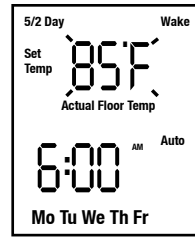

Figure 16
3. The Setpoint temperature digits will start to flash, see Figure 16. Press the Up or Down button to set the Setpoint temperature. Press the Back/Cancel button once to go back to the Wake time setting. Press the Next/Save button once to accept the correct Setpoint temperature setting and then it will continue to the next event setting.
3. Les chiffres de la température de consigne commencent à clignoter, voir la figure 16. Appuyer sur le bouton Haut ou Bas pour régler la température de consigne. Appuyer sur le bouton Back/Cancel pour revenir au réglage de l'heure de réveil (Wake). Appuyer sur le bouton Next/Save pour accepter le réglage de la température de consigne et passer au réglage de l'événement suivant.